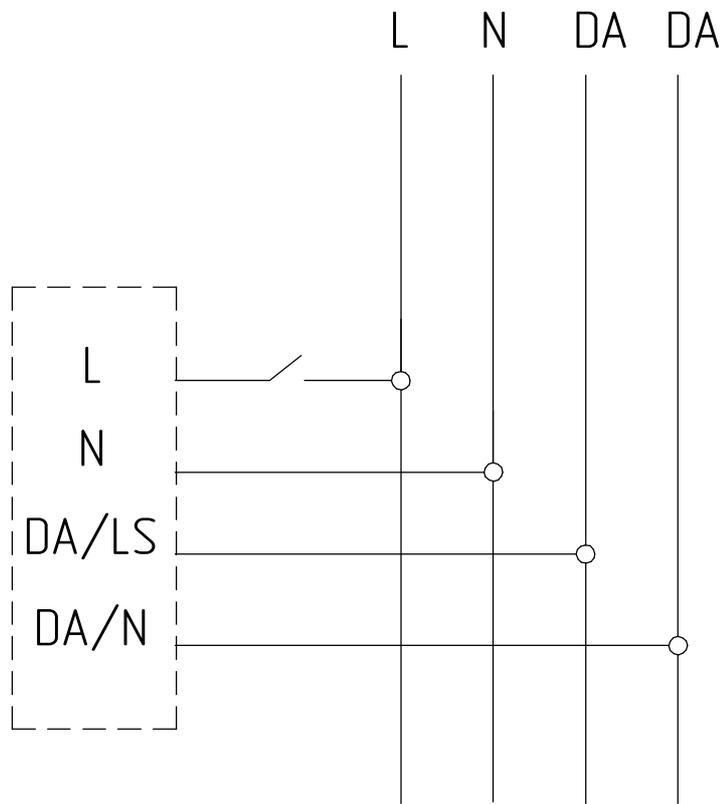

Рисунок 8 - Схема подключения светильника с управление ДВО59 к сети
5.3.3 Подключение светильника с функцией управления производить согласно схеме (см. рисунок 8), провода управления подключаются строго с соблюдением полярности, указанной в маркировке.
5.4.4 Подключение светильника с функцией управления производится согласно схеме (см. рисунок 8), провода управления подключаются строго с соблюдением полярности, указанной в маркировке.